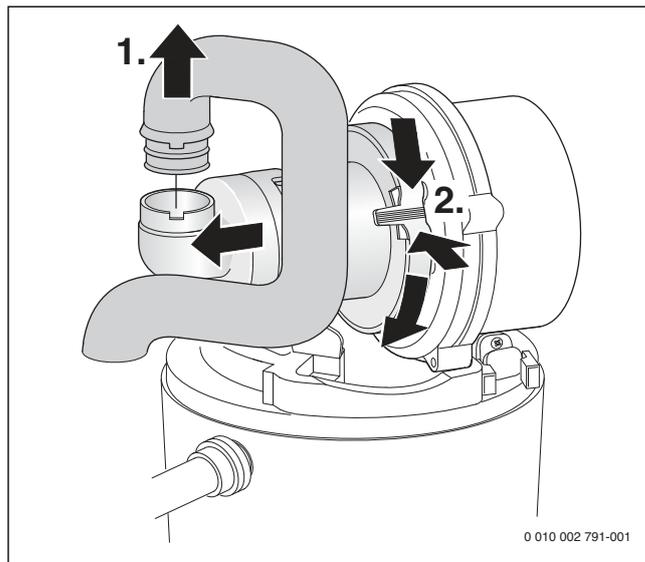

Рис. 56 Демонтаж всасывающей трубы и смесительного устройства
- ▶ Демонтируйте смесительное устройство (→ рис. 56).